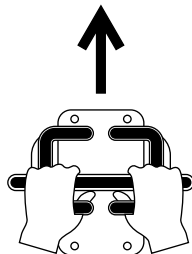

Figura 7
- Para desplazarse hacia adelante, mueva los dos controles de tracción hacia adelante (Figura 7).